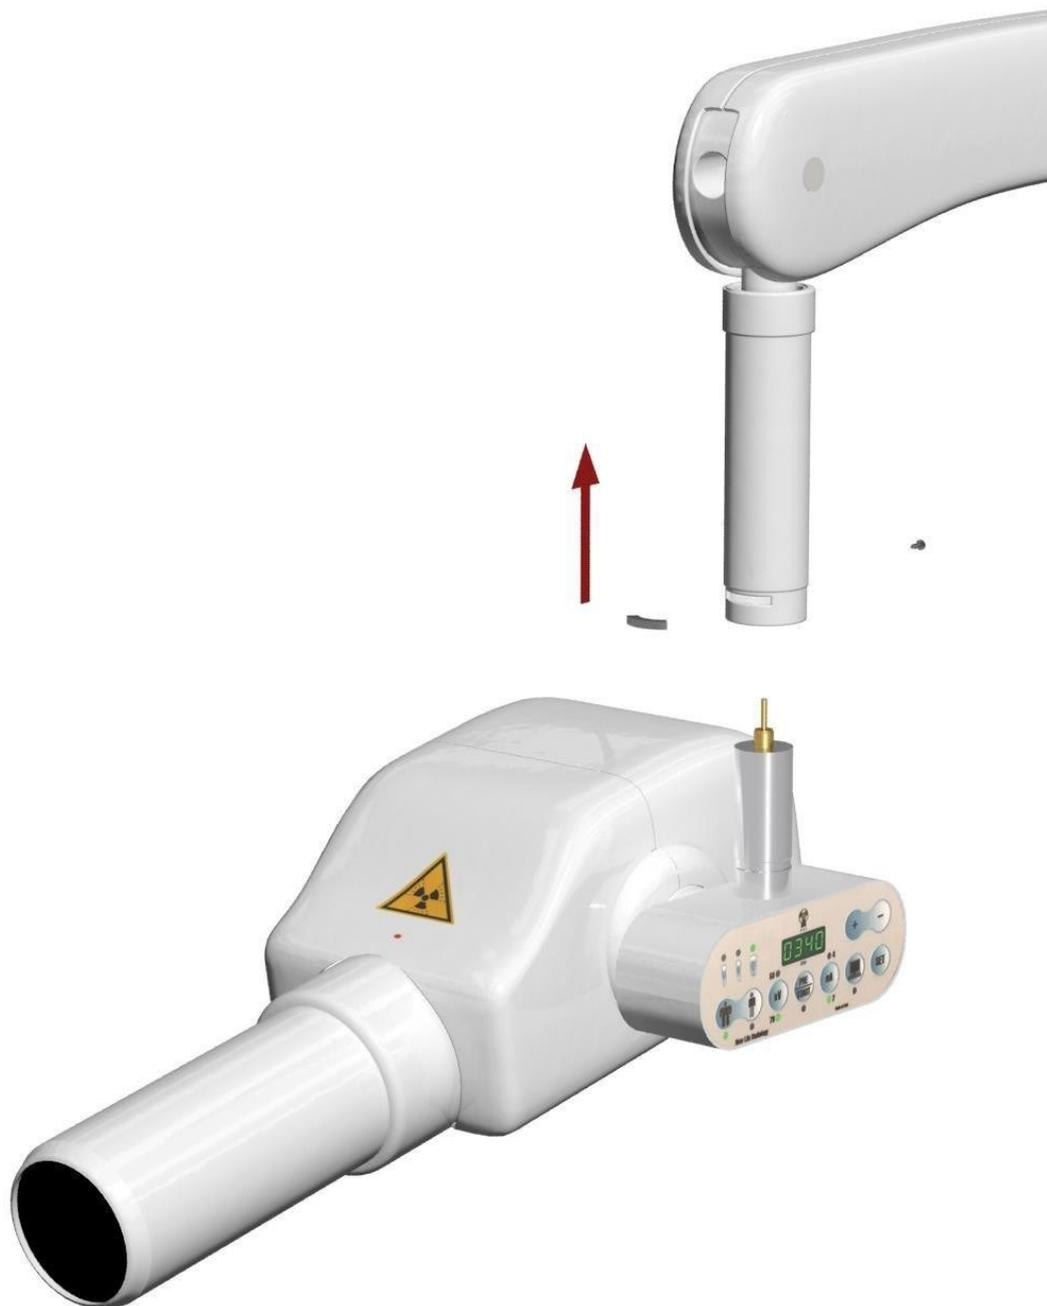

Abb. 8
- ✓ Führen Sie den Monoblock **(E)** in den doppelten Stromabnehmerarm **(C)** wie in Abb. 8 ein.